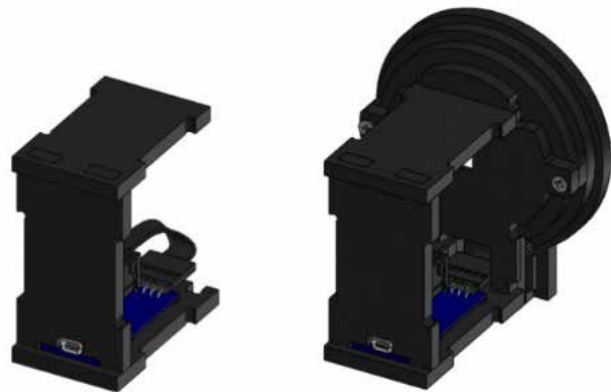

Рисунок 84. Крепление основания с кольцами
3) Нижнее основание с закрепленной платой соединить с задней стенкой (обозначена: ВЧ) и верхним основанием (обозначено: ВЧ↑). Для этого совместить выступы задней стенки с отверстиями в верхнем и нижнем основании и защелкнуть. Соединить с четырьмя кольцами. Для этого совместить выступы маленького кольца с отверстиями нижнего основания и защелкнуть. Маленькое кольцо и верхнее основание не имеют специальных элементов для соединения (рисунок 84):